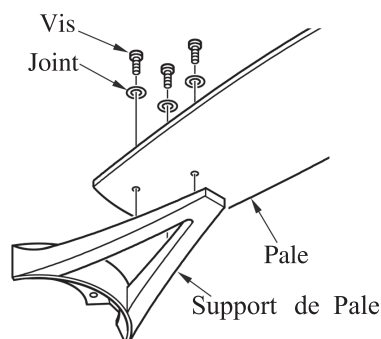

FIG.10
1. Installer la vis, la rondelle, la pale et le support de pale ensemble, puis les fixer fermement. (Voir fig. 10)